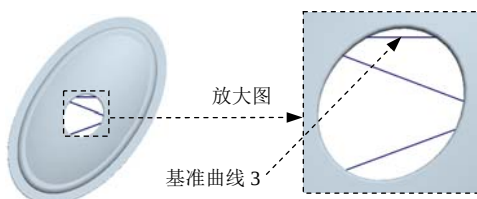
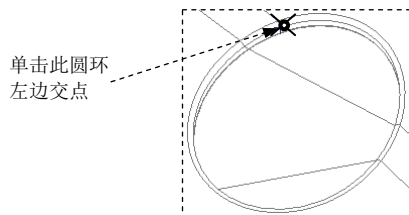
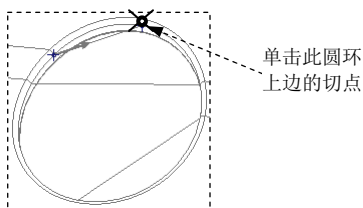

图 21.12 创建基准曲线 3
图 21.13 单击圆环左边交点
图 21.14 单击圆环上边切点
Step4. 创建图 21.12 所示的基准曲线 3。
(1) 选择命令。单击 **模具** 功能选项卡 **基准** ▾ 按钮，在系统弹出的菜单中依次单击 **曲线** ▾ ➡ **通过点的曲线** 按钮。系统弹出“曲线：通过点”操控板。
(2) 单击图 21.13 所示的圆环左边交点，然后将模型调整到图 21.14 所示的视图方位，单击圆环上边的切点。
(3) 在系统弹出的“曲线：通过点”操控板中单击  按钮。完成基准曲线 3 的创建。